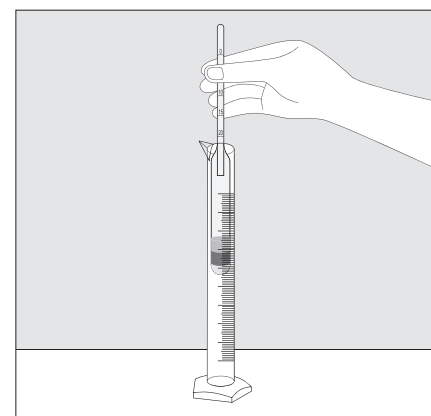

fig. 8
- Dopo ca. 5–7 l il contenuto dell'estratto originale del "primo mosto" è determinato: non riempire il cilindro graduato **(17)** con mosto fino al bordo, lasciare raffreddare velocemente a 20°C e introdurre con attenzione il densimetro asciutto **(16)**. Tenere il densimetro dall'estremità sottile e immergerlo lentamente, in modo da non toccare la base del cilindro graduato. Leggere il contenuto dell'estratto originale dove la superficie del liquido taglia la scala (fig. 8).